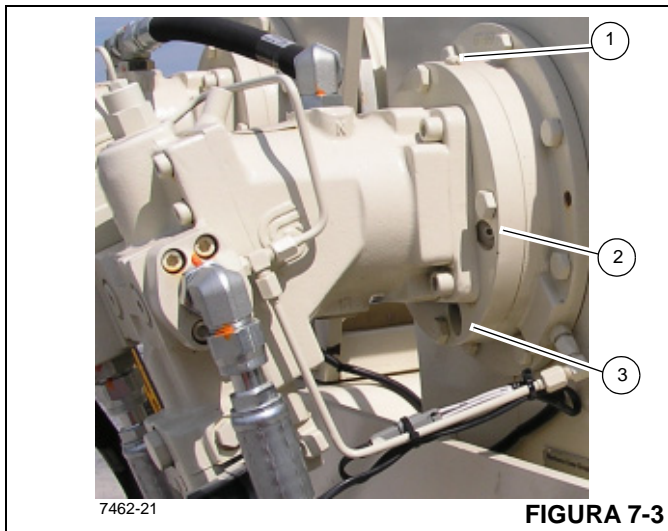

FIGURA 7-3
Para verificar o óleo do freio do guincho, remova o bujão de inspeção (2, Figura 7-3) e inspecione visualmente o nível do óleo. O óleo deve estar nivelado com a parte inferior do furo de inspeção. Se mais óleo for necessário, adicione através do furo do bujão de ventilação/enchimento (1) até que o óleo esteja no nível inferior do furo de inspeção.
- Remova o bujão do dreno (3), (Figura 7-3), o bujão de inspeção (2) e o bujão de respiro (1).
- Reinstale o bujão de dreno (3) e adicione óleo no furo de ventilação do óleo de freio (1) até que o óleo esteja no nível inferior do furo de inspeção (2). Consulte a Tabela 7-2. A capacidade de abastecimento do freio do guincho é de 0,23 l (0.25 qt).
- Instale o bujão de inspeção (2) e o bujão de ventilação e de enchimento de óleo (1).